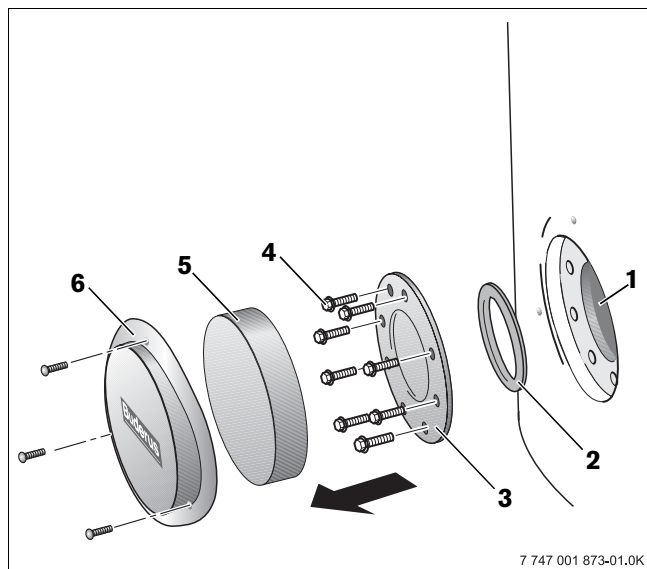

Fig. 10 Démontez la trappe de visite
- Desserrer les vis du cache de la trappe de visite (fig. 10, **pos. 6**).
- Retirer le couvercle de la trappe de visite et l'isolation thermique (fig. 10, **pos. 5**).
- Desserrer la vis à tête hexagonale (fig. 10, **pos. 4**), retirer le cache de la trappe de visite (fig. 10, **pos. 3**) et le joint du cache de la trappe de visite (fig. 10, **pos. 2**).